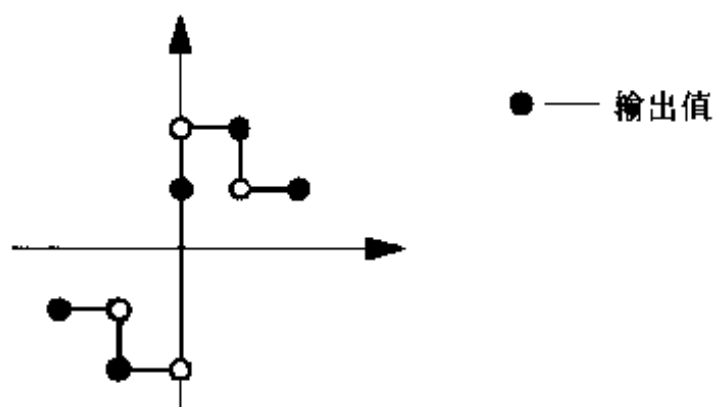

图 7.96 输入-输出关系图
- Expression: C 语言格式的表达式,用于对输入信号处理。表达式各个成分列表如图 7.96 所示。表达式必须是完整的。
若需创建一个步进变化的表,对不同的输出值使用相同的输入。例如,用输入和输出参数值建立输入输出关系图(如图 7.96):